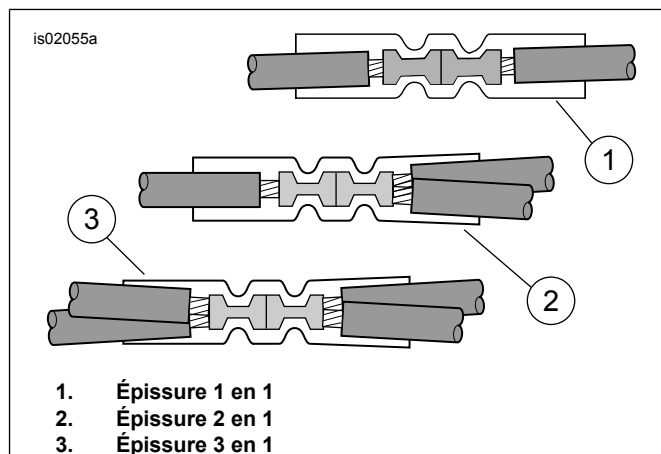
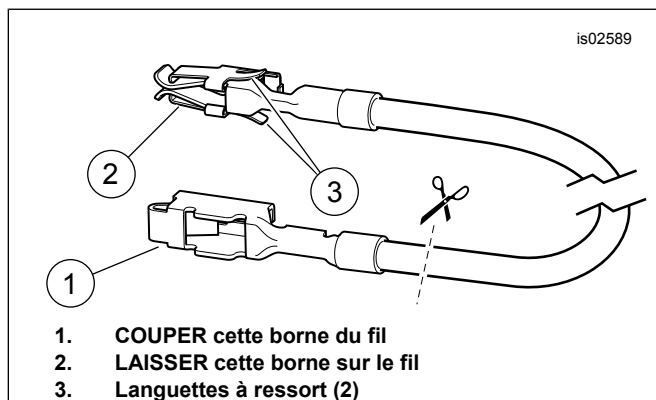
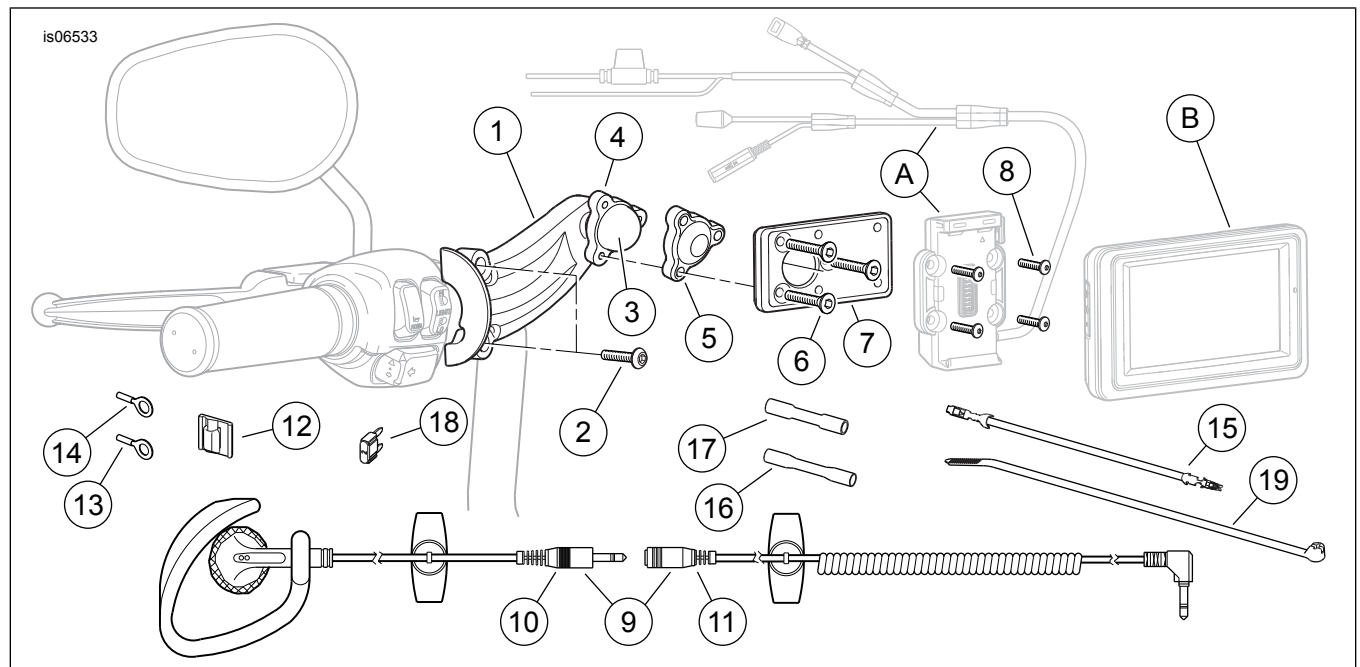

Figure 6. Configurations d'épissure
Figure 7. Fil adaptateur de bloc fusibles (Dyna et Softail)
Figure 16. Pièces de rechange, kit de montage sur guidon de GPS Road Tech Zumo 660 et Zumo 665
4. Voir Figure 16. Prendre le connecteur bout à bout scellé (3) dans le kit. Voir Figure 6 pour la configuration d'épissure 2 en 1. Épisser le conducteur d'alimentation du faisceau Zumo aux fils orange/blanc du faisceau principal selon les instructions contenues dans l'annexe du manuel d'entretien.
3. Voir Figure 16. Prendre le fil adaptateur orange/blanc (15) du bloc fusibles dans le kit. Bien noter la borne à chaque extrémité (voir Figure 7). Seule la borne avec les languettes à ressort convient au bloc fusibles. Couper avec soin la borne non utilisée du fil et la mettre de côté.
6. Voir Figure 16. Prendre le connecteur bout à bout scellé bleu (17) dans le kit. Voir Figure 6 pour la configuration d'épissure 1 en 1. Épisser le conducteur d'alimentation du faisceau Zumo au fil adaptateur selon les instructions dans l'annexe du manuel d'entretien.
7. Voir Figure 16. Poser le fusible de 2 A (18) du kit dans la cavité de fusible « OPEN » (ouverte) pour compléter le circuit.
3. Voir Figure 16. Prendre le connecteur bout à bout scellé bleu (17) dans le kit. Voir Figure 6 pour la configuration d'épissure 2 en 1. Épisser le conducteur d'alimentation du faisceau de fils Zumo sur les fils orange/blanc selon les instructions dans l'annexe du manuel d'entretien.
7. Voir Figure 16. Poser le fusible de 2 A (18) du kit dans la cavité de fusible d'allumage « P&A IGN » pour compléter le circuit.
3. Voir Figure 16. Prendre le connecteur bout à bout scellé bleu (17) dans le kit. Voir Figure 6 pour la configuration d'épissure 2 en 1. Épisser le conducteur d'alimentation du faisceau Zumo aux fils orange/blanc du faisceau principal selon les instructions contenues dans l'annexe du manuel d'entretien.
- Voir Figure 16. Couper l'excès de longueur du fil orange/blanc du faisceau Zumo. À l'aide du connecteur bout à bout scellé bleu (17) du kit, épisser ce fil avec le fil adaptateur installé à l'étape 4.
- Installer le fusible 2 A (18) du kit dans la cavité de fusible « P&A IGN », « 2 A MAX » pour compléter le circuit.
- Voir Figure 16. Couper l'excès de longueur du fil orange/blanc du faisceau Zumo. À l'aide du connecteur bout à bout scellé bleu (19) du kit, épisser ce fil avec le fil adaptateur installé à l'étape 4.
- Poser le fusible de 2 A (20) du kit dans la cavité de fusible 1A-1B (4) pour compléter le circuit.
- Voir Figure 16. Prendre le connecteur bout à bout scellé bleu (17) dans le kit. Voir Figure 6 pour la configuration d'épissure 2 en 1. Épissurer le conducteur d'alimentation du faisceau Zumo aux fils orange/blanc du faisceau principal selon les instructions contenues dans l'annexe du manuel d'entretien.
- Installer le fusible de 2 A (18) du kit dans la cavité de fusible pour compléter le circuit.